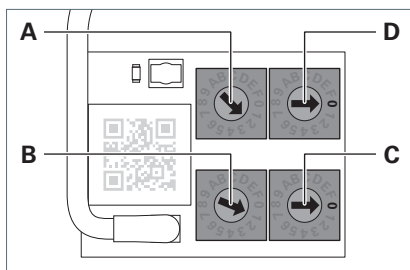

Fig. 8: Disattivazione dello swarm control, sul modulo TALK.
- Impostare i due encoder rotativi **A** e **B** su un indirizzo di area a piacere **diverso da 00**, vedere Fig. 8.